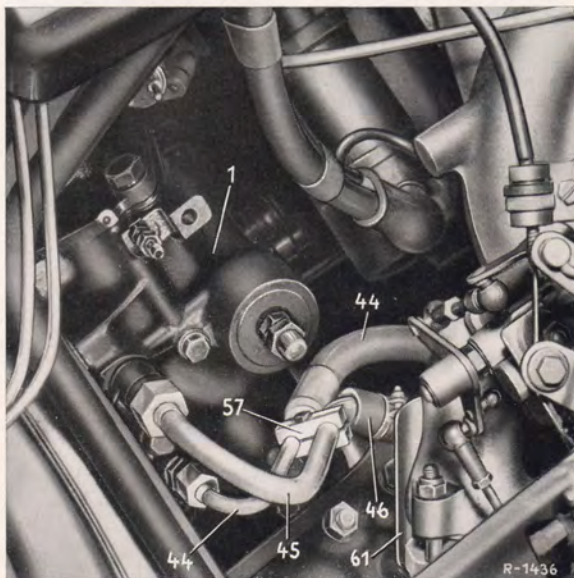

Bild 46-2/10
Abschirmblech (61) am Dreieckflansch der Auspuffleitung anschrauben (Bild 46-2/10).